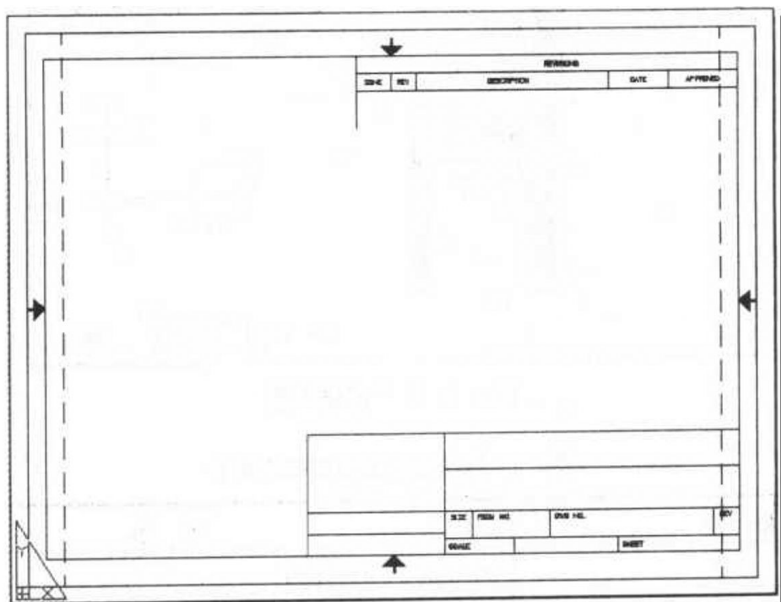

图 1.4 系统的标准图形模板
- ◆ **【样板】** 选择**【模板】**选项后，系统提供一些标准图形模板供用户选择，如图1.4所示，每个模板都有图幅宽度和长度，有些还有标题栏。